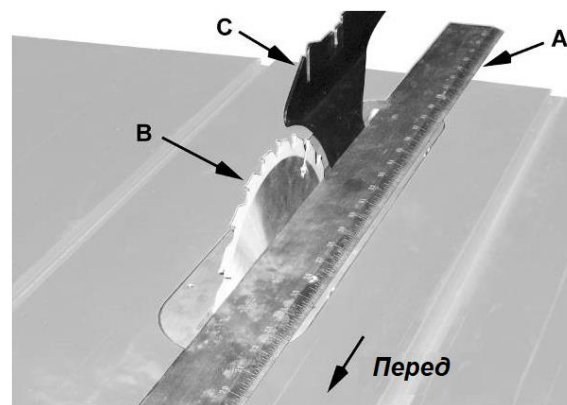

Рис. 13
2. Положите *поверочную линейку* (А, Рис. 13) на стол вплотную к *пильному диску* (В, Рис. 13) и *расклинивающему ножу* (С, Рис. 13). Проверните диск, чтобы кончик его зуба касался поверочной линейки.